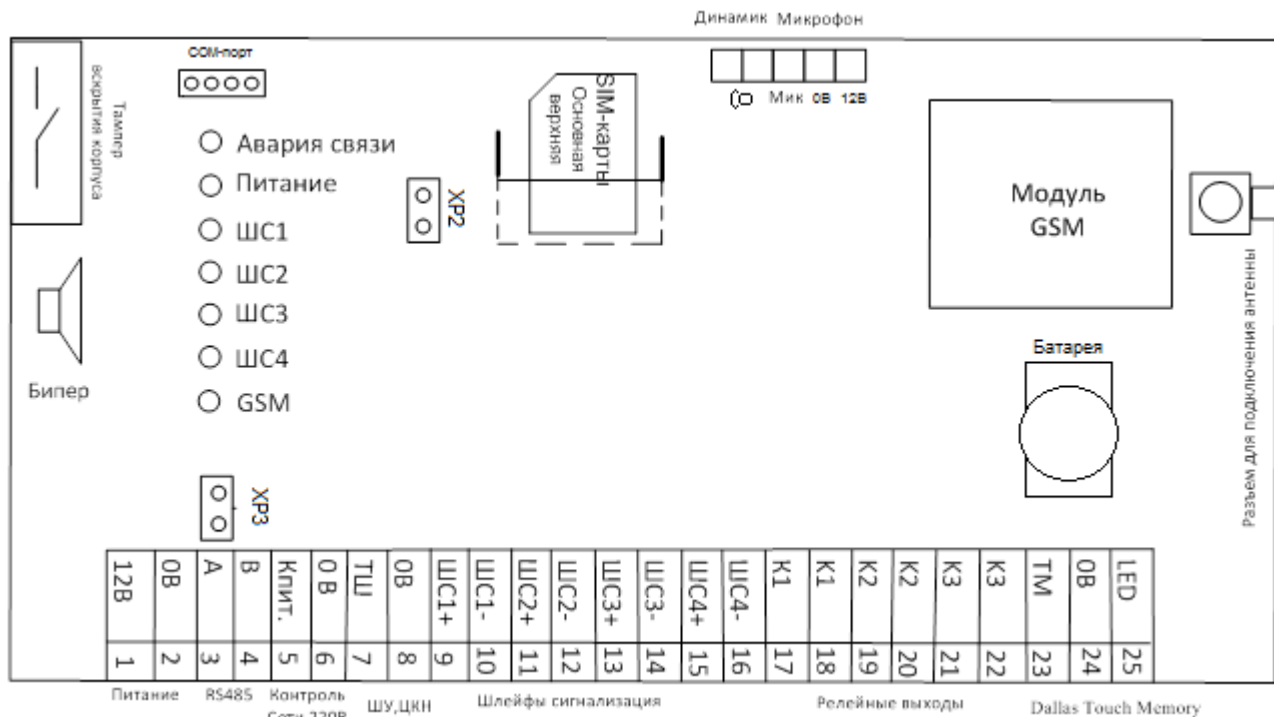

Рисунок 1. Блок схема «УО-4С»
- для использования устройства в режиме «Мастер» следует снять переключку ХР2 (см. рисунок 1). В остальных случаях должна быть установлена;